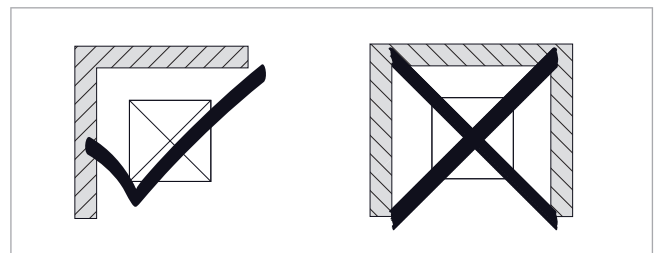

Abb. 3: Aufstellbedingungen in der Nähe von Wänden
- Wärmepumpe nicht in dreiseitig geschlossenen Strukturen aufstellen, siehe → Abb. 3